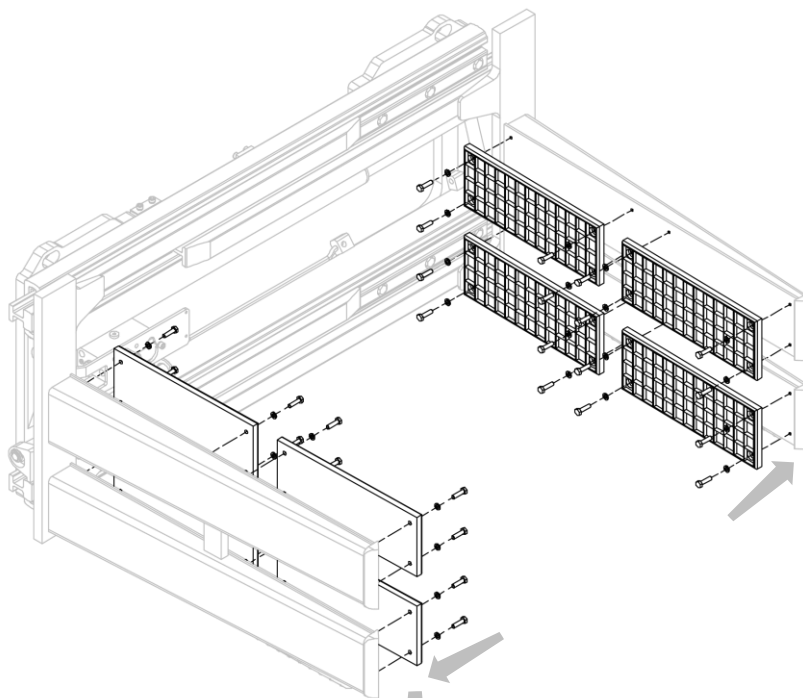
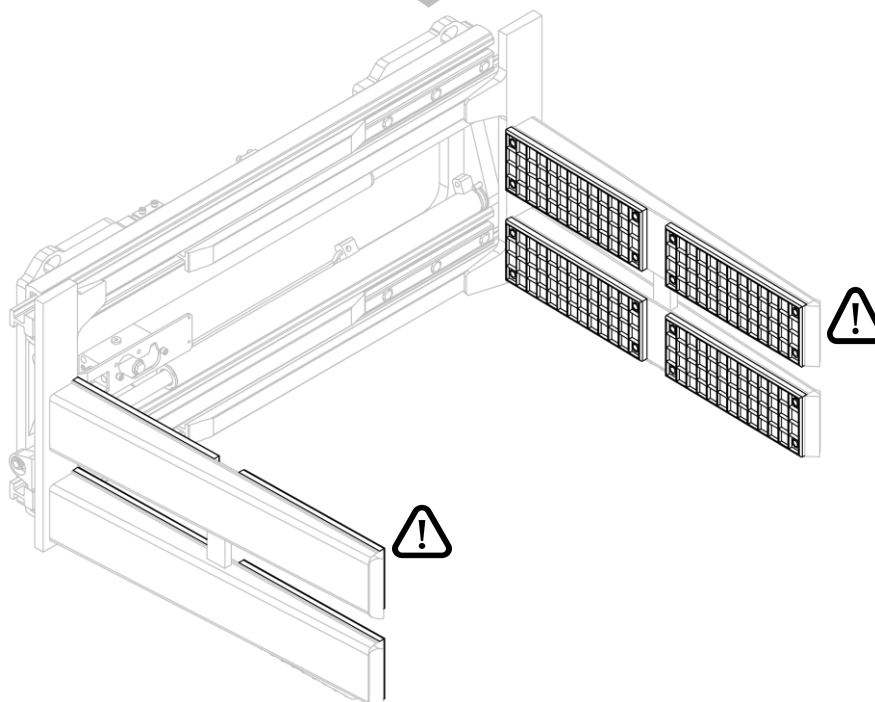

Figura 15
Figura 16
3. Installare le piastre gommate sulle forcelle mediante le apposite viti (vedi *Figura 15* e *Figura 16*).